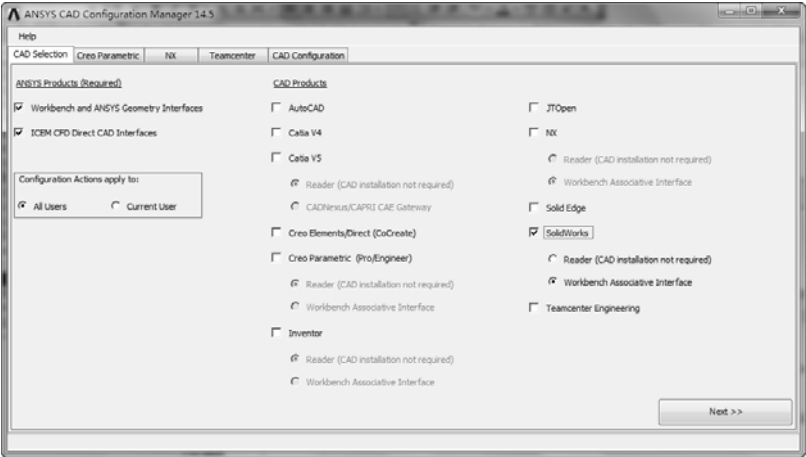

图 2-112 【ANSYS CAD Configuration Manager 14.5】窗口
1) 选择【开始】|【所有程序】|【ANSYS 14.5】|【Utilities】|【CAD Configuration Manager 14.5】命令, 弹出【ANSYS CAD Configuration Manager 14.5】窗口, 如图 2-112 所示。
2) 在【CAD Selection】选项卡中, 选中【Workbench and ANSYS Geometry Interfaces】和【SolidWorks】复选框, 如图 2-112 所示。